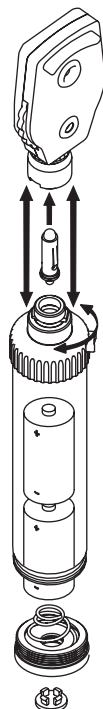

Fig. 2
El mango de la pila no debe sumergirse en agua. Quite todos los componentes de la pila cuando limpie. Periódicamente, compruebe el estado de las pilas, asegurándose de que no presentan signos de corrosión ni oxidación. En caso de que tengan que sustituirse, se recomienda el uso de pilas alcalinas nuevas. Para la sustitución de las pilas, véase fig. 2.
Extraiga la cabeza del Oftalmoscopio tal como se recomienda en el procedimiento de funcionamiento (véase fig. 2).
- Una vez abierto, introduzca las pilas prestando atención a la dirección de los polos (véase fig. 2).